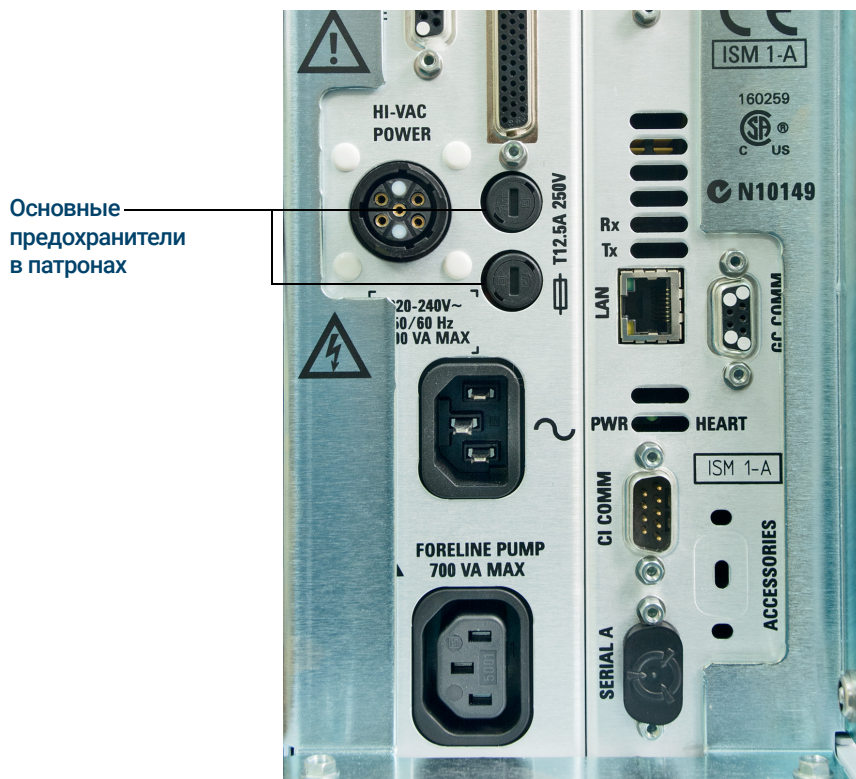

Рис. 2. Основные предохранители
- 2 Вращайте один из патронов предохранителей против часовой стрелки до тех пор, пока он не выскочит. Патроны предохранителей подпружинены. (См. **Рис. 2** на стр. 39.)